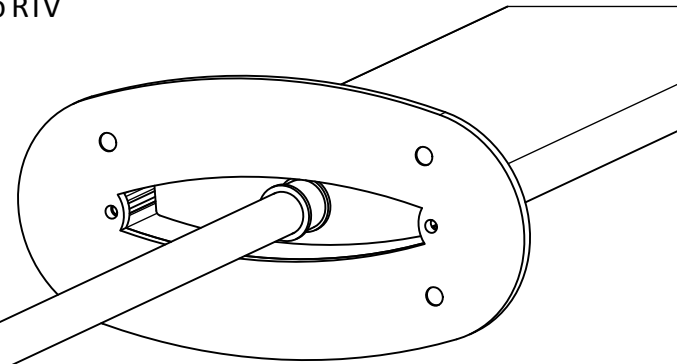

FIGURA 1
1) Utilice la plantilla proporcionada para taladrar (4) agujeros para anclajes de expansión (proporcionados por el usuario) y un agujero centrado en el espacio libre para un conduit de 3/4". (Los anclajes de concreto deberán ser para tornillos de 3/8" UNC, consulte las instrucciones del fabricante del ancla para tamaño del agujero y profundidad). Instale las anclas.
2) Sujete el ensamblaje del conduit (proporcionado por el usuario) a la base de la unidad (siga las instrucciones del fabricante si están disponibles, o con la mano y un cuarto de vuelta adicional) (Figura 1)